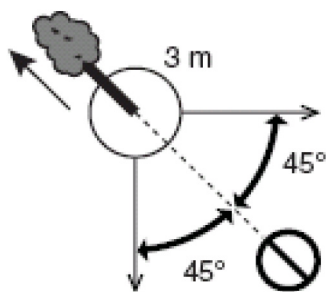

Рис. 12
3. Когда дерево начнет падать, путь отхода должен быть направлен по диагонали в сторону, противоположную направлению падения, под углом 45 градусов, и вы должны отойти минимум на 3 метра от ствола, на тот случай, если во время падения комель дерева отскочит в сторону (рис. 12)